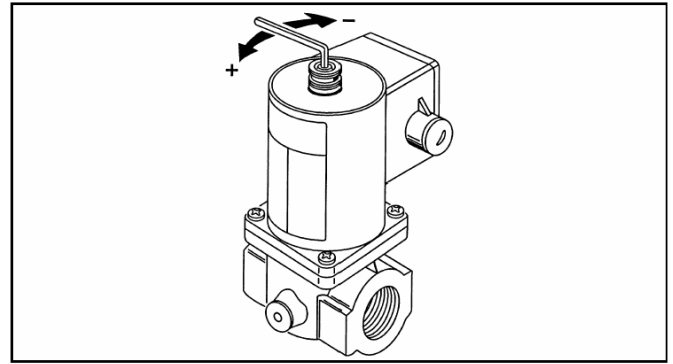

Fig. 1
**VE4... В серия(см. Fig. 1)****Регулировка протока**